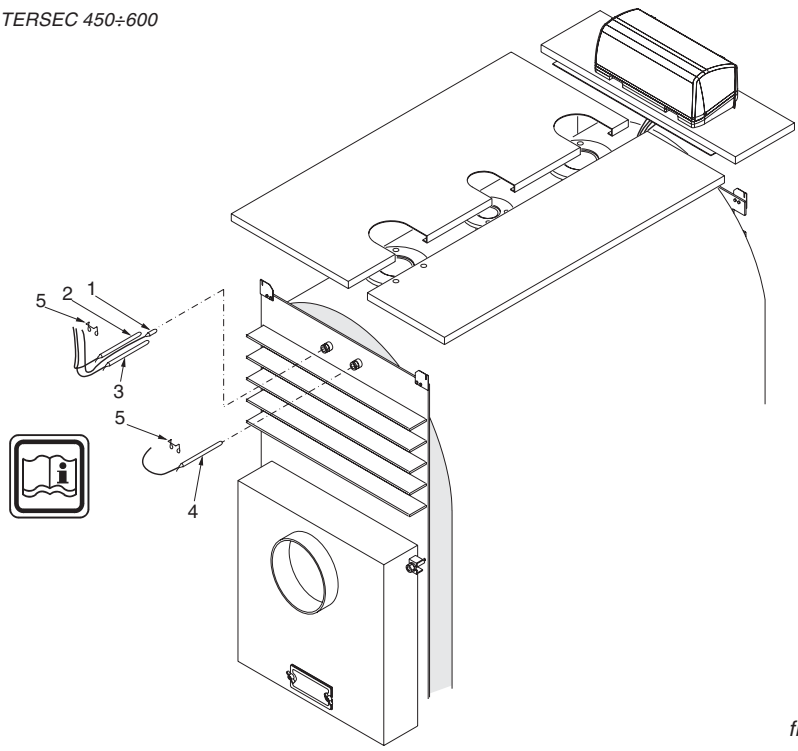

fig. 24
- M) Inserire le sonde degli strumenti nei pozzetti sul lato posteriore della caldaia (sopra la camera fumo)(Rif. fig. 24); le sonde del termometro (pos.1), del termostato manuale (pos. 2) e del termostato a cacciavite (pos. 3) dovranno essere inserite nel pozzetto più grande ( $\varnothing$  foro = 15); la sonda del termostato di sicurezza (pos. 4), dovrà essere inserita nel pozzetto più piccolo ( $\varnothing$  foro = 7).